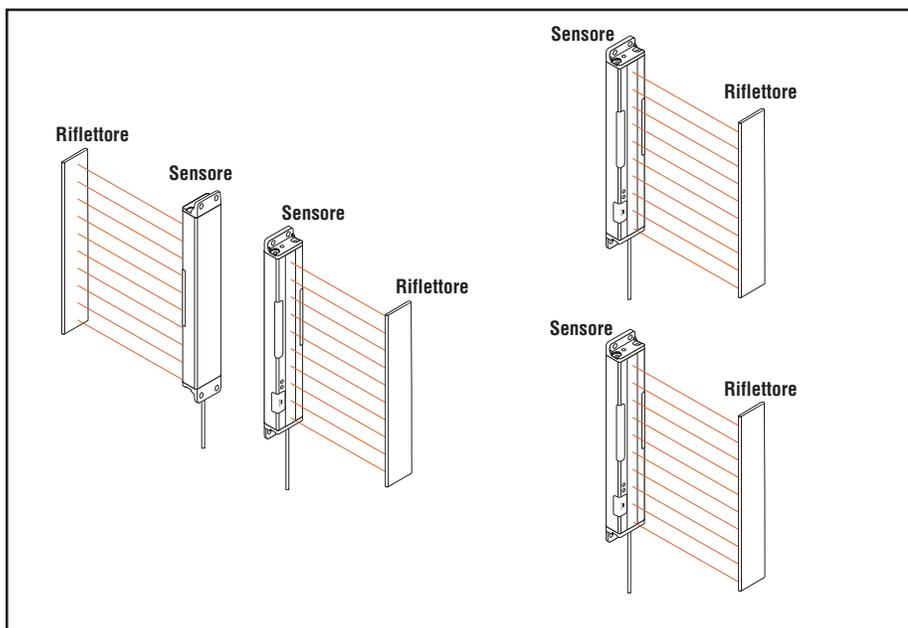

Figura 9. Posizionare i sensori multipli come indicato nella figura per evitare interferenze
- Posizionare i sensori e i retroriflettori (o pareti del cestino) come mostrato nella Figura 9.